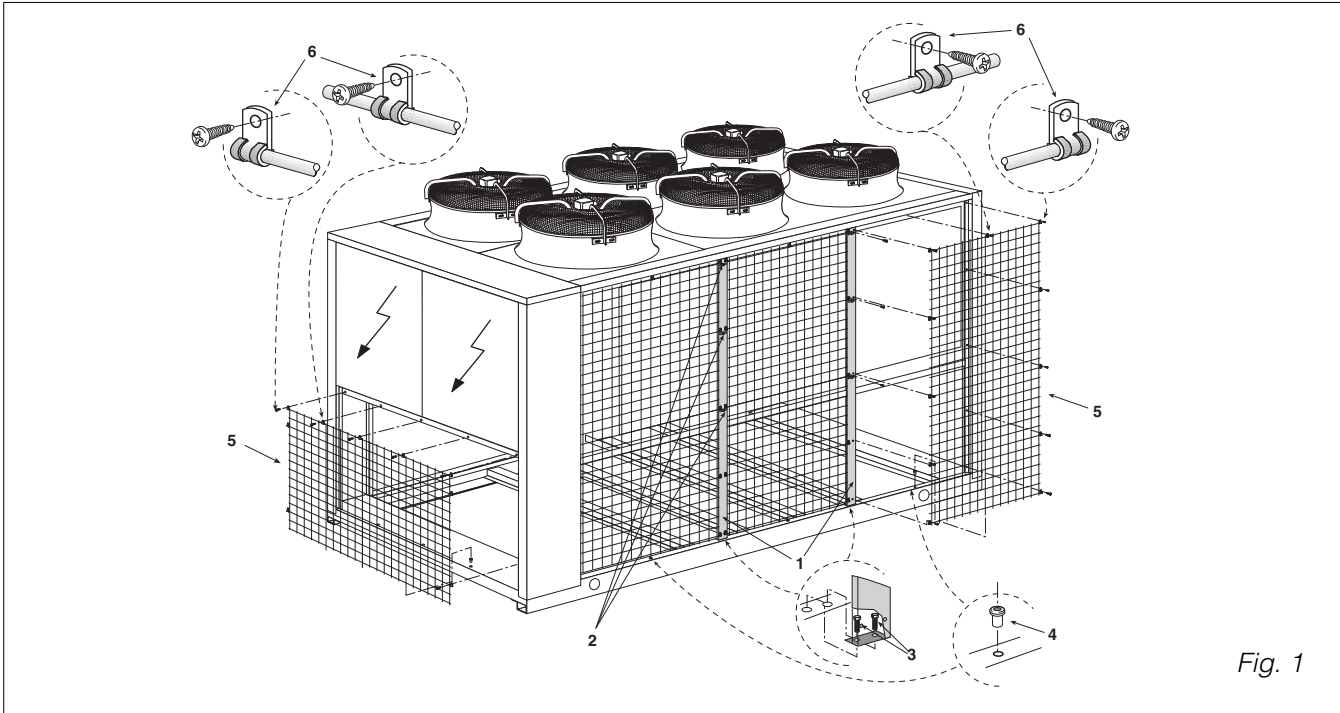

Fig. 1
- fissare i 4 traversi di supporto in lamiera (1 fig. 1), 2 lato sinistro e 2 lato destro, con le viti autofilettanti (2) alla spalla della batteria e con due viti esagonali (3) ai longheroni del basamento (nel caso del mod. GP 180 i traversi di supporto sono 6, 3 per lato);
- inserire gli inserti in gomma (4 fig. 1) nei fori centrali del basamento indicati in figura 1;
- infilare il filo sporgente delle reti laterali negli inserti in gomma precedentemente inseriti e bloccare le griglie di protezione (5 fig. 1) fissandole alla struttura con le viti autofilettanti dopo aver inserito i fermagli metallici a corredo(6).
- secure the 4 sheet metal brackets (1 fig. 1), 2 on the right and 2 on the left, with the self-tapping screws (2) at the rear of the coil and with the two hex screws (3) to the base side members (in case of GP 180 model, the sheet metal brackets are 6, 3 on each side);
- fit the rubber inserts (4 fig. 1) in the central holes in the base as shown in figure 1;
- thread the protruding wire ends of the side grilles through the rubber inserts, then fix the protective grilles (5 fig. 1) to the frame by means of the self-tapping screws after having inserted the metal clips (6).
- fixer les 4 traverses de support en tôle (1 fig. 1), 2 côté gauche et 2 côté droit, à l'extrémité de la batterie avec les vis-taraud (2) et aux longerons de la base avec deux vis hexagonales (3), (pour le modèle GP 180 le traverses de support sont 6, 3 par côté);
- mettre les inserts en caoutchouc (4 fig. 1) dans les trous centraux de la base, indiqués fig. 1;
- introduire le fil dépassant des grillages latéraux dans les inserts en caoutchouc précédemment mis en place et bloquer les grilles de protection (5 fig. 1) en les fixant à la structure avec les vis-taraud après avoir inséré les languettes métalliques fournies de série (6).
- die 4 Träger (1 Abb. 1), 2 links und 2 rechts, mit den Gewindeschrauben (2) an der Schulter des Wärmetauschers und mit den zwei Sechskantschrauben (3) an den Längsträgern des Gestells befestigen (Bei Modell GP 180 sind die Träger 6, 3 je Seite);
- die Gummieinsätze (4 Abb. 1) in die auf Abbildung 1 gezeigten mittleren Bohrungen des Gestells einstecken
- vorstehenden Draht der Seitennetze in die Gummieinsätze einführen und die Schutzgitter (5 Abb. 1) nach Anbringung der mitgelieferten Metallklammern (6) mit den Gewindeschrauben an der Struktur sichern.
- fijar los 4 travesaños de soporte de chapa (1 fig. 1), 2 en el lado izquierdo y 2 en el lado derecho, con los tornillos autorroscantes (2) al apoyo de la batería y con dos tornillos hexagonales (3) a los largueros de la base (en el caso del mod. **GP 180**, los travesaños de soporte son 6, 3 por cada lado);
- introducir los insertos de goma (4 fig. 1) en los orificios centrales de la base indicados en la figura 1;
- introducir el hilo sobresaliente de las redes laterales en los insertos de goma anteriormente introducidos y bloquear las rejillas de protección (5 fig. 1) fijándolas a la estructura con los tornillos autorroscantes después de haber insertado los cierres metálicos suministrados (6).